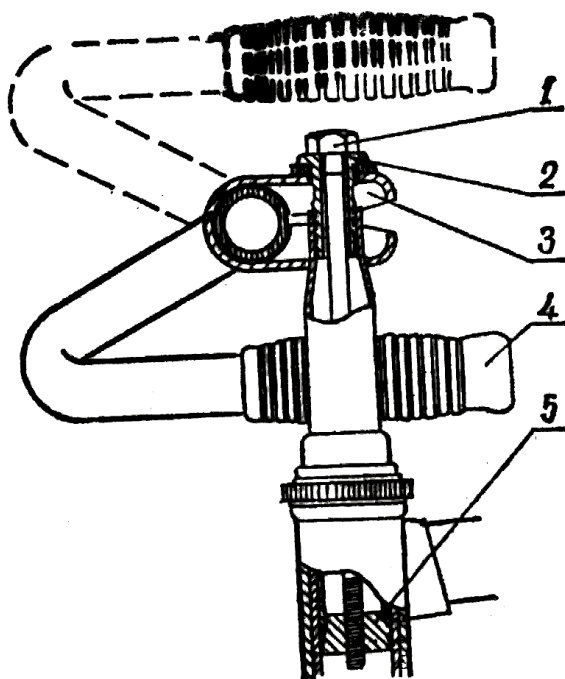

Рис. 1. Руль.
3. Ослабить затяжку гайки 2, повернуть руль ручками назад (рис. 1 пунктиром).